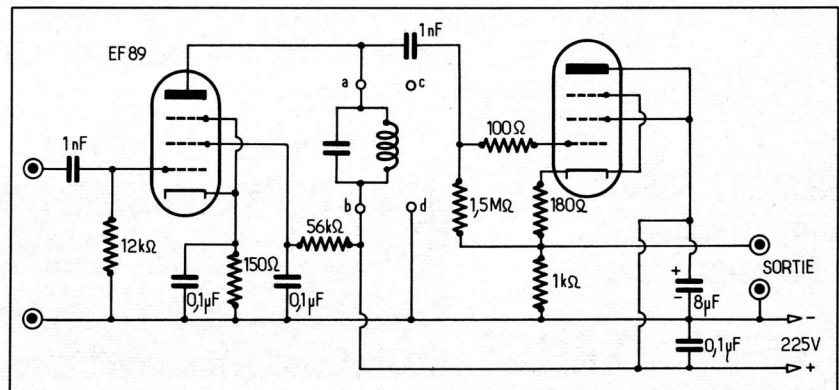

Fig. 3
d) Un petit banc d'essai pour bobinages dont le schéma est donné figure 3 ; on voit qu'il s'agit d'un étage amplificateur équipé d'une pentode EF89, suivi d'un étage de sortie à charge cathodique conçu autour d'une pentode EF80 (ces deux tubes récupérés sur un téléviseur). Le montage sera fait en définitif, il servira pas mal par la suite. Un système détec-